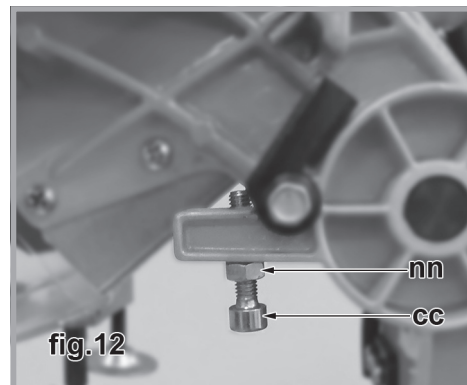

fig.12
2. Avec une clé hexagonale, tournez la vis de réglage de profondeur de trait de scie (cc, fig.12) avec une clé hexagonale 5 mm de sorte que les dents de la lame dépassent à peine sous la surface de la table alignée sur la face avant du guide.
4. Serrez l'écrou de verrouillage hexagonal (nn, fig.12) sur la tige du boulon de réglage de profondeur de trait de scie pour bloquer votre réglage.